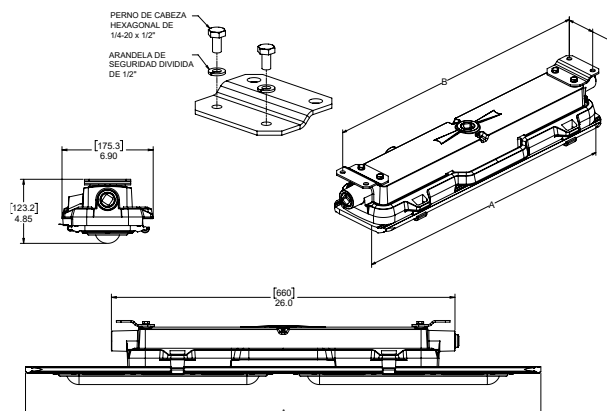

Figura 1. Instalación de montaje en techo
2. Instale los soportes de montaje empotrados en la parte trasera de la carcasa del controlador de la luminaria con los dos (2) pernos hexagonales de 1/4" y las arandelas de seguridad con anillo dividido para cada soporte. Orientación del soporte como se muestra en la Figura 1. Aplique un torque de 64 in-lb (7,2 N-m)
3. Identifique la ubicación de montaje adecuada para instalar la luminaria, marque y perforo los orificios para fijar los soportes de montaje empotrado según las dimensiones que se muestran en la Figura 1.
4. La luminaria ahora está lista para el montaje. Se recomienda encarecidamente que use a dos (2) personas especializadas calificadas para proceder con el montaje final de la luminaria. Se recomienda esto para evitar cualquier lesión personal o daño a la luminaria.